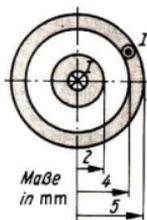

Bild 45
8.24 Berechnen Sie die Feldstärkefunktion $H(r)$ (allgemein und als zugeschnittene Größengleichung) für ein Kabel aus einem Hohlleiter und einem in der Mitte angeordneten Draht. Die Maße sind dem Bild 45 zu entnehmen. Die Stromstärke beträgt 10 A . Stellen Sie das Ergebnis in einem Diagramm dar.